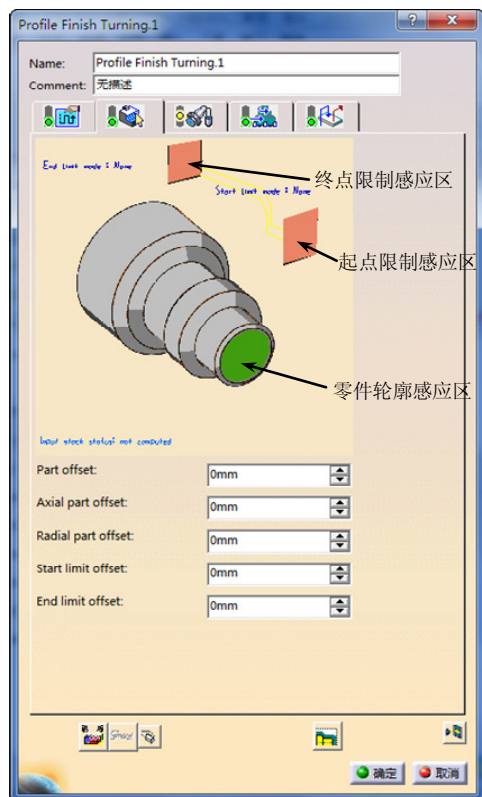

图 2-187 几何参数选项卡 (15)
单击“Profile Finish Turning.x”对话框中的, 切换到几何参数选项卡 (15), 如图 2-187 所示, 可对零件进行加工轮廓和边界的选择。